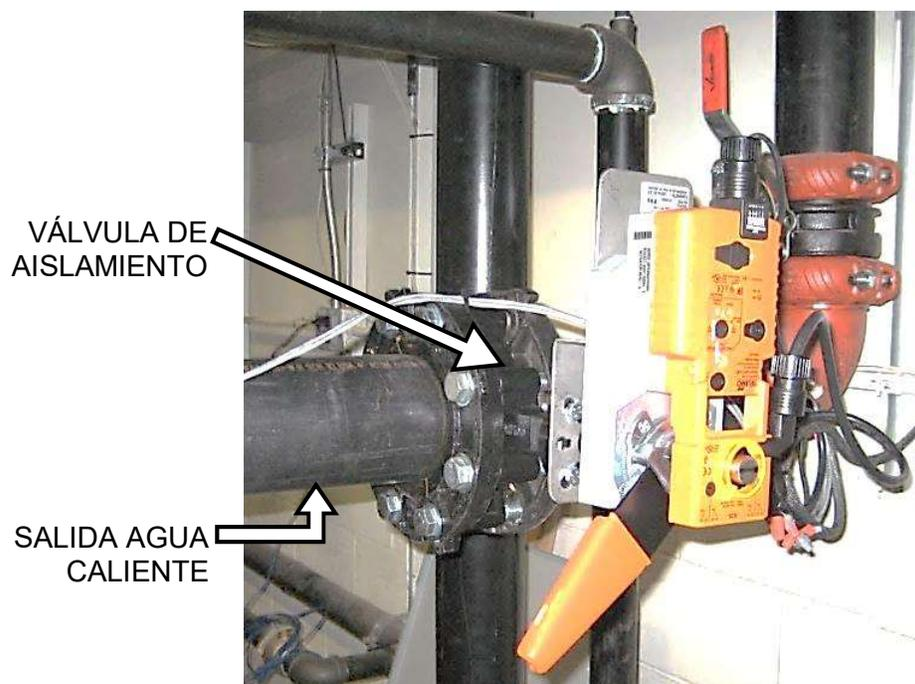

Figura 2-16: Válvula de aislamiento secuencial instalada
1. Instale la válvula de aislamiento secuencial en la tubería de salida de agua caliente de la caldera (Figura 2-16).